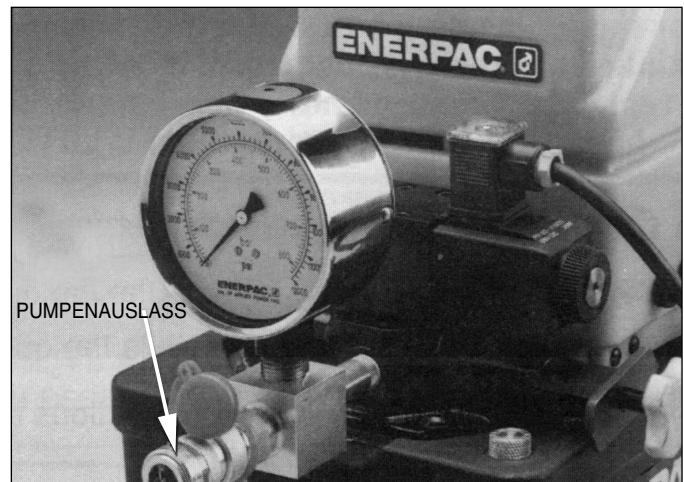

Abbildung 2 - Pumpenauslass (einfachwirkend)
- Kuppeln Sie den Schlauch am Pumpenauslass, der in Abb. 2 dargestellt ist. VERGEWISSEN SIE SICH, dass Sie einen Schlauch mit der Aufschrift „ENERPAC 800 SERIES - 800 BAR/11,600 PSI MAX“ verwenden. Drehen Sie die Sicherheitsringe mit der Hand fest.